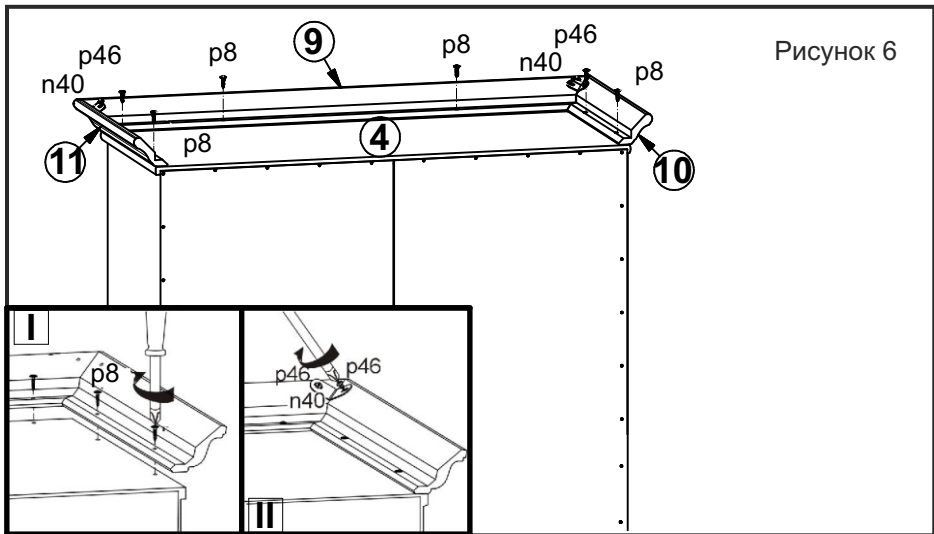

Рисунок 6
12. Соединить планки декоративные из МДФ **9, 10, 11** между собой с помощью уголков **n40** и шурупов **p46**, а затем закрепить на щите верхнем **4** шурупами **p8** (см. рис. 6).